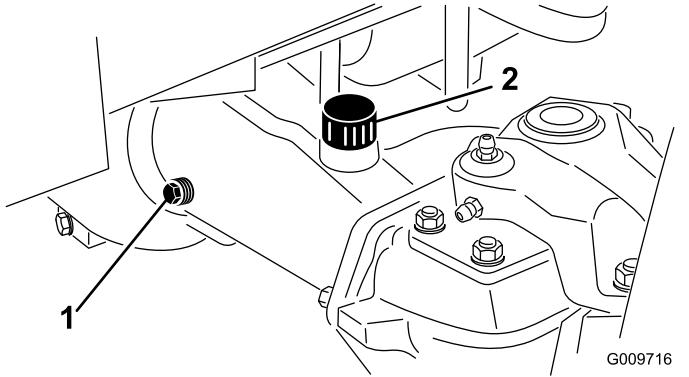

Figure 44
2. Enlevez un bouchon de contrôle à une extrémité du pont arrière (Figure 44) et vérifiez que le lubrifiant atteint la base de l'orifice. Si le niveau est trop bas, enlevez le bouchon de remplissage (Figure 44) et ajoutez une quantité suffisante de lubrifiant pour amener le niveau au bas des orifices de contrôle.